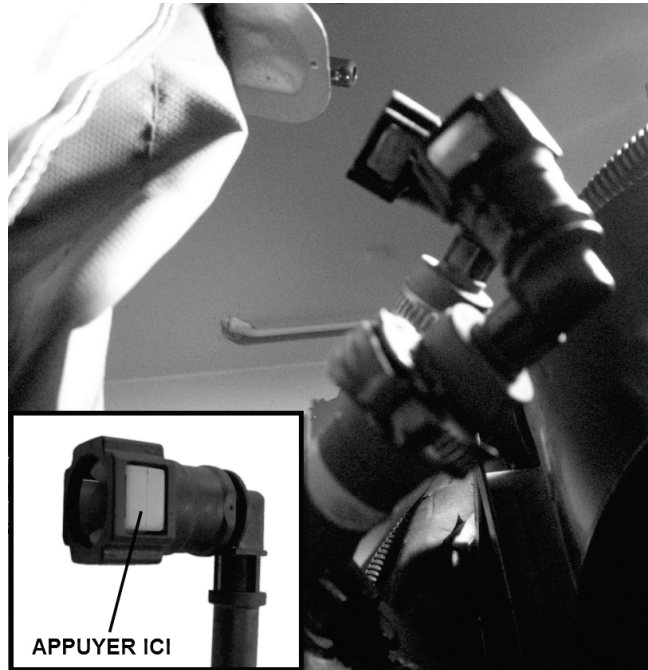

Figure 5
5. Appuyer sur les boutons jaunes pour libérer les boyaux. (Fig. 5)